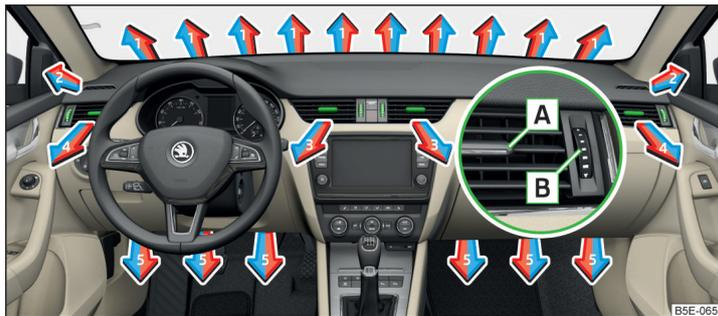
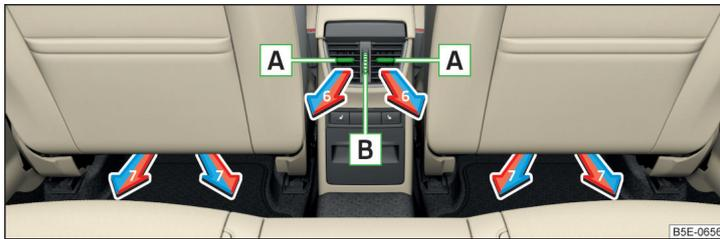

Abb. 132 Luftaustrittsdüsen vorn
Abb. 133 Luftaustrittsdüsen hinten
Bei den Luftaustrittsdüsen **3**, **4** » Abb. 132 und **6** » Abb. 133 kann die Luftströmungsrichtung geändert und die Düsen können auch einzeln geöffnet und geschlossen werden.
Die Einstellung der Luftstromrichtung erfolgt durch das Verschieben des Verstellelements **A** » Abb. 132 bzw. » Abb. 133 in gewünschter Richtung.
- > Zum **Öffnen** den Regler **B** » Abb. 132 bzw. » Abb. 133 nach oben drehen.
- > Zum **Schließen** den Regler **B** » Abb. 132 bzw. » Abb. 133 nach unten drehen.
Richtung des Luftaustritts einstellen	Luftaustrittsdüsen » Abb. 132 und » Abb. 133